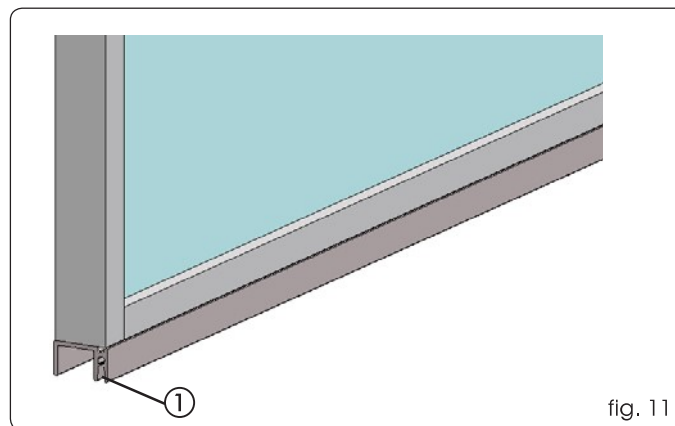

fig. 11
4. Couper le profil de guidage inférieur de la même longueur que le vantail et le fixer avec des vis adéquates sur la partie inférieure (fig. 11).
5. Si l'on a prévu d'utiliser la brosse, la placer dans son logement situé sur le profil de coulissement fig. 11 réf. ①.